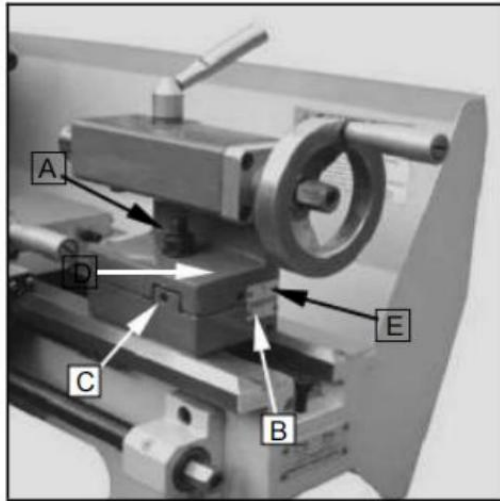

Fig. 24
Um den Rückstand auszugleichen, Feststellschraube (A, Abb.24). Die Stellschraube (B) herausdrehen, Abb.24) rechts Ende des Reitstocks. Lösen Sie die vordere Einstellschraube (C, Abb.24) und nehmen hoch das gleiche Menge von durch Anziehen der hinteren Einstellschraube (D, Abb.24) bis zum gewünscht Verjüngung hat erreicht ist. Die gewünschte Quereinstellung kann auf der Skala abgelesen werden. (E, Abb.24). Zuerst die Stellschraube (B, Abb. 24) Und Dann Die zwei (vorne Und hinten) Einstellschraube zum Feststellen des Schwanzes In Position . Ziehen Sie
die Feststellschraube (A, Abb.24) des Reitstocks. Das Werkstück muss
Nach dem Kegeldrehen sollte der Reitstock in seinen ursprünglichen Zustand zurückversetzt werden Position entsprechend der Nullposition auf der Skala des Reitstocks. (E, Abb.24)